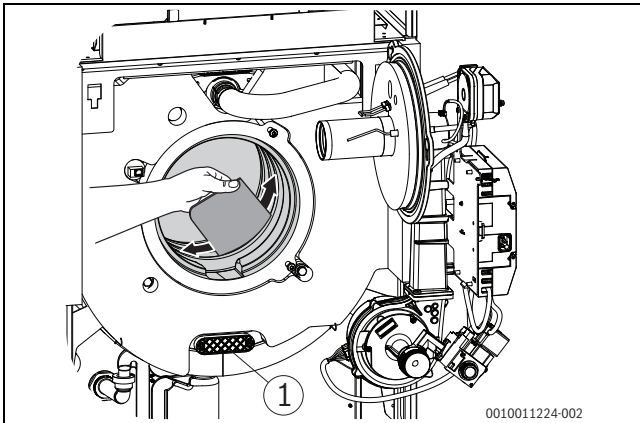
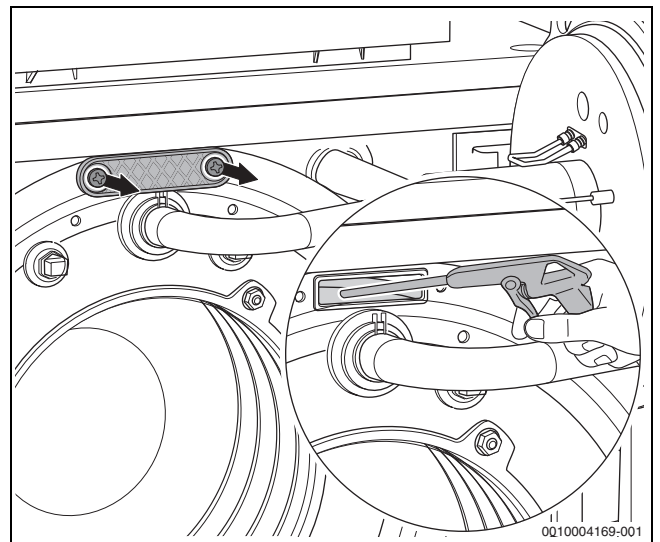

Bild 55 Heizgasspalte mit Reinigungsspachtel reinigen
Bild 56 Wärmetauscher mit Sprühlanze reinigen
- Reinigungsdeckel (→ Bild 55, Seite 37, [1] und Bild 56) abnehmen.
- Lose Partikel mit Wasser (z. B. Sprühlanze) aus Feuerraum und Abgasmantel spülen (→ Bild 56).
- Heizgasspalte mit Reinigungsspachtel reinigen (→ Bild 55, Seite 37).